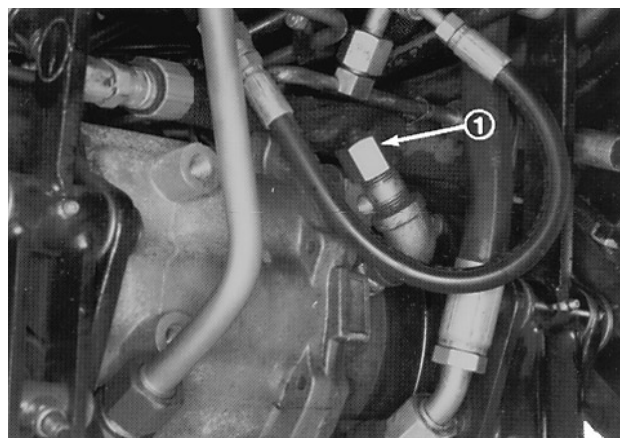

Fig. 7
3. Svitare il tappo con l'asta di livello (Fig. 7) dal bocchettone ed asciugare l'asta con un panno pulito. Reinscrivere il tappo con l'asta ed avvitare a mano. Svitare e verificare il livello del lubrificante. Se non si trova a 1,2 cm dalla scanalatura sull'asta rabboccare fino alla scanalatura. **NON RIEMPIRE TROPPO**, o comunque non oltre 1,2 cm sopra la scanalatura.